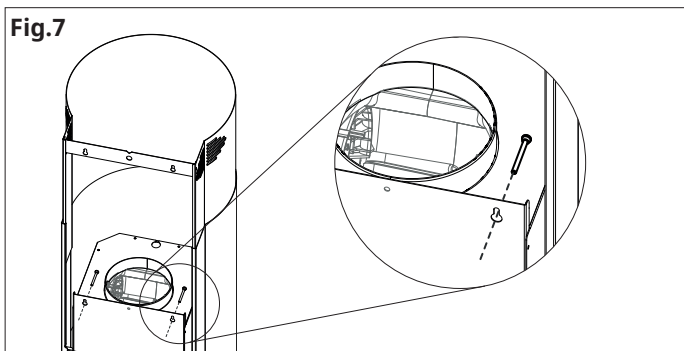

Fig.8
• Collegare, mediante un tubo di raccordo, la flangia **Y** di Ø150 mm (Fig.8) al foro di scarico. Nel caso in cui l'appartamento sia dotato di una condotta esterna per l'aria di Ø120 mm applicare il raccordo riduzione in dotazione.